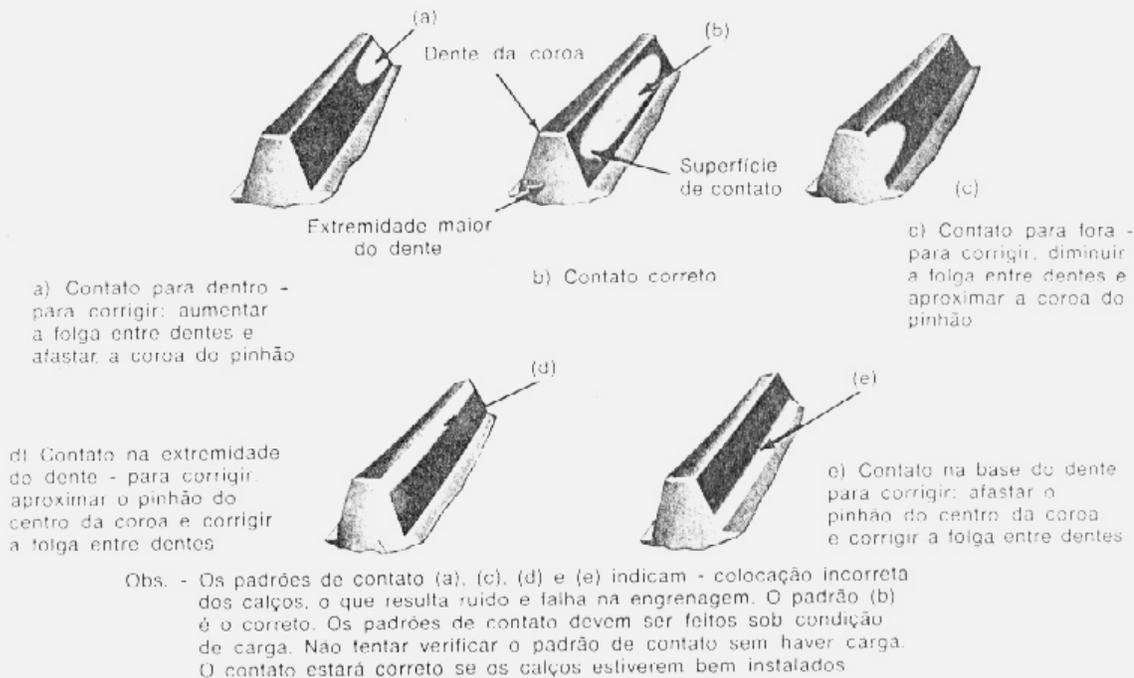

fig. 3 — padrão de contato entre dentes coroa-pinhão
3. Comparar as impressões obtidas com os padrões de contato entre dentes (fig. 3). Os contatos aceitáveis devem ter as seguintes características: